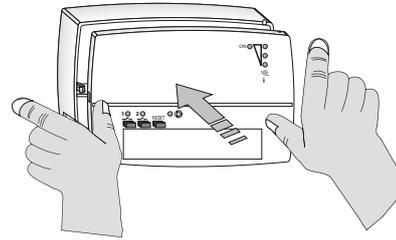
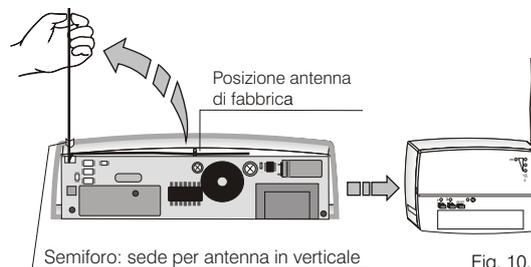

Fig. 9.i
Fig. 10.i
- Far passare il filo nel piccolo semiforo appositamente predisposto (fig. 10.i).
- Richiudere con attenzione il ricevitore (fig. 9.i - fig.10.i).
- Mantenere premuto il **tasto 1** fino alla emissione di un singolo segnale acustico; quindi rilasciarlo: il **LED 1** lampeggia (fig.9). Il nuovo trasmettitore è abbinato al ricevitore.
Ripetere tutte le operazioni sopra indicate ma utilizzando il **tasto 2** con il relativo **LED 2**. (fig. 10).